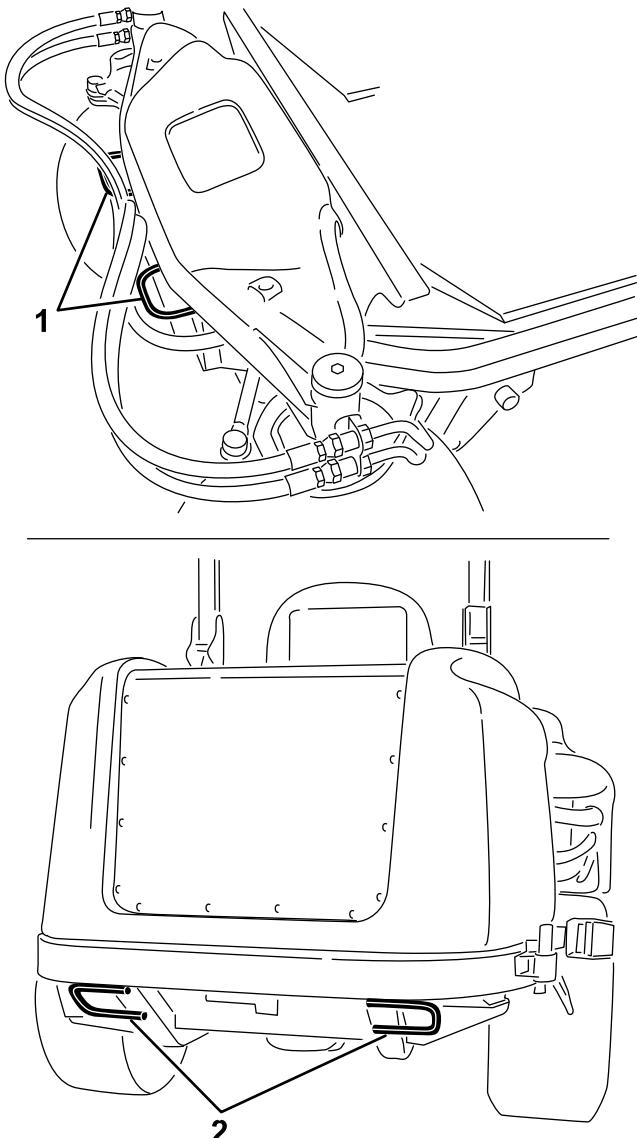

Figura 24
- Sujete la máquina firmemente al remolque o al camión con cadenas, correas, cables o cuerdas, según lo estipulado en la normativa de tráfico local (Figura 24).